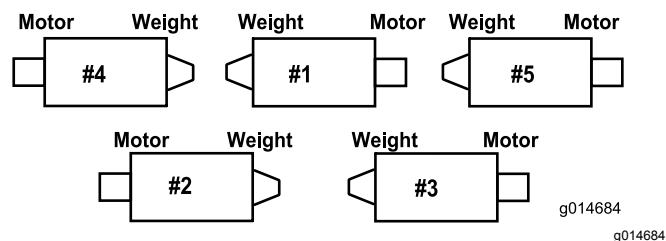

**Figura 6**
- C. Monte o parafuso no tubo da mola no separador oposto na estrutura de suporte e prenda com a porca flangeada. A cabeça do parafuso deve ser colocada no lado de fora do separador conforme ilustrado na **Figura 6**.
- D. Monte o suporte da barra nos separadores da unidade de corte com os parafusos de carroçaria e as porcas (**Figura 6**).